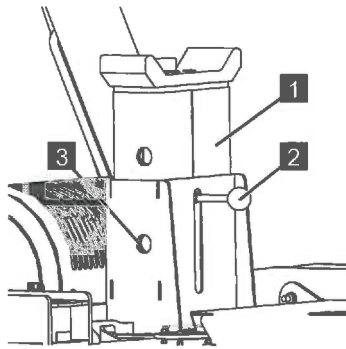

Abb. 108
- Die Teleskopauflage (Abb.108/1) am Griff (Abb.108/2) nach oben ziehen, bis die gewünschte Bohrung (Abb.108/3) fluchtet.